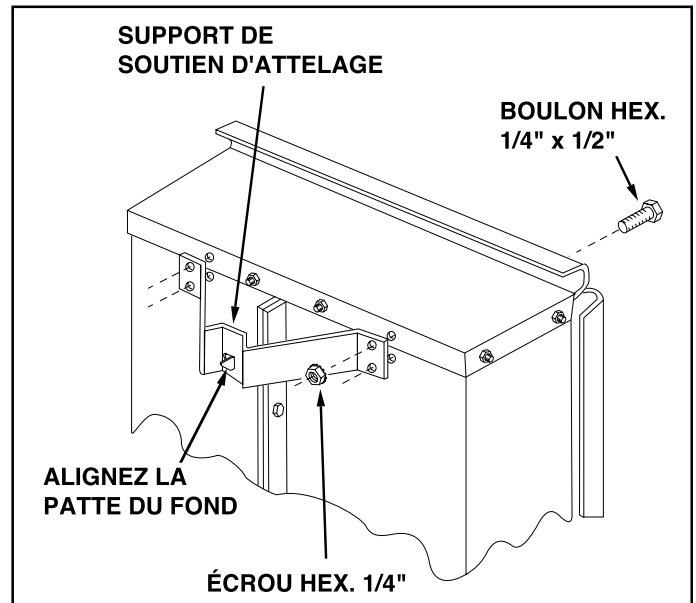

FIGURE 7
11. Faites pivoter le support de soutien d'attelage de telle sorte que la patte d'alignement se retrouve à l'arrière (en bas) du support. Assemblez le support d'attelage à la charrette en utilisant quatre boulons hexagonaux 1/4" x 1/2" et des écrous hex. 1/4". **SERREZ.** Voir figure 7.